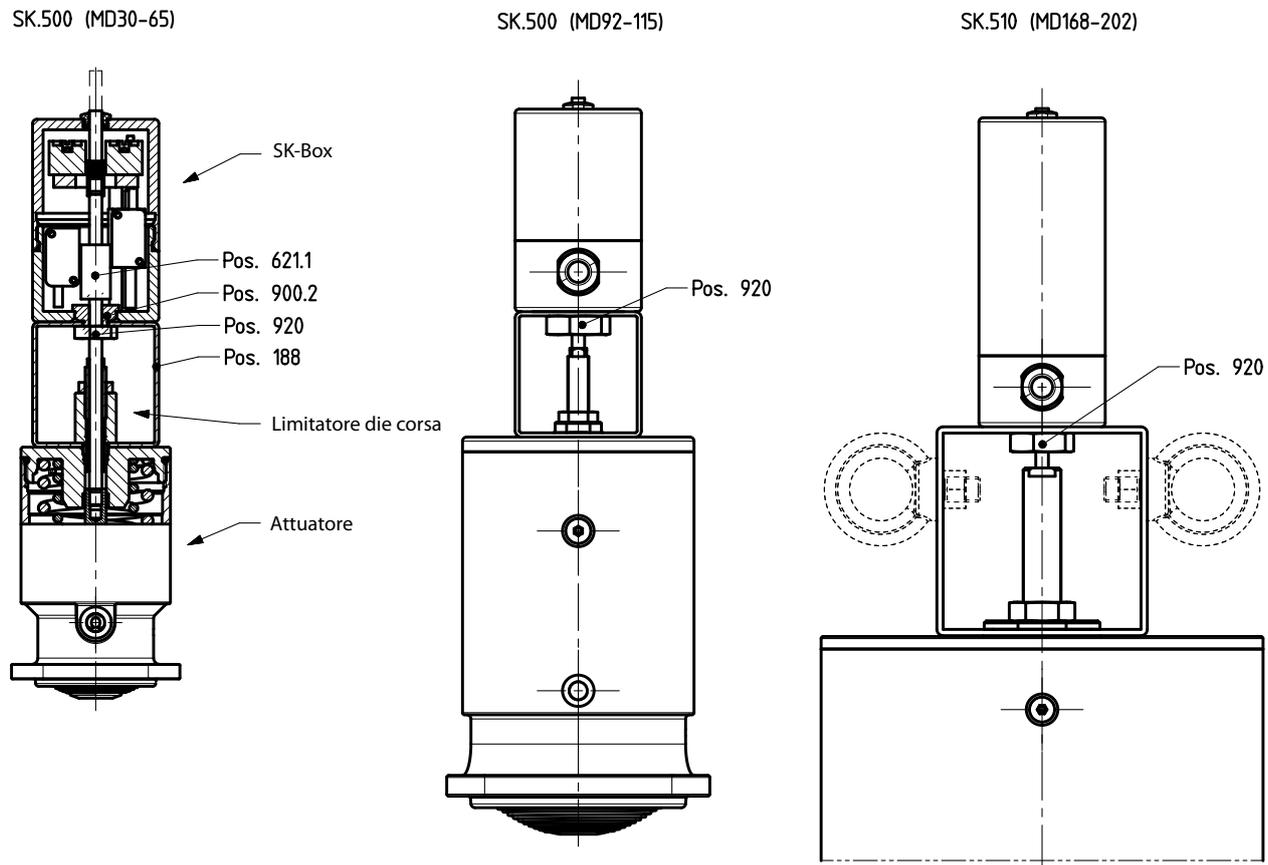

Figura 19: Struttura: Limitatore di corsa e segnalatore di ritorno della posizione
8. Montare il box finecorsa sulla lamiera di fissaggio [188], applicare „Loctite 243“ alla vite di fissaggio [900.2] (una goccia sulla filettatura) e avvitare con il cacciavite (figura 19).